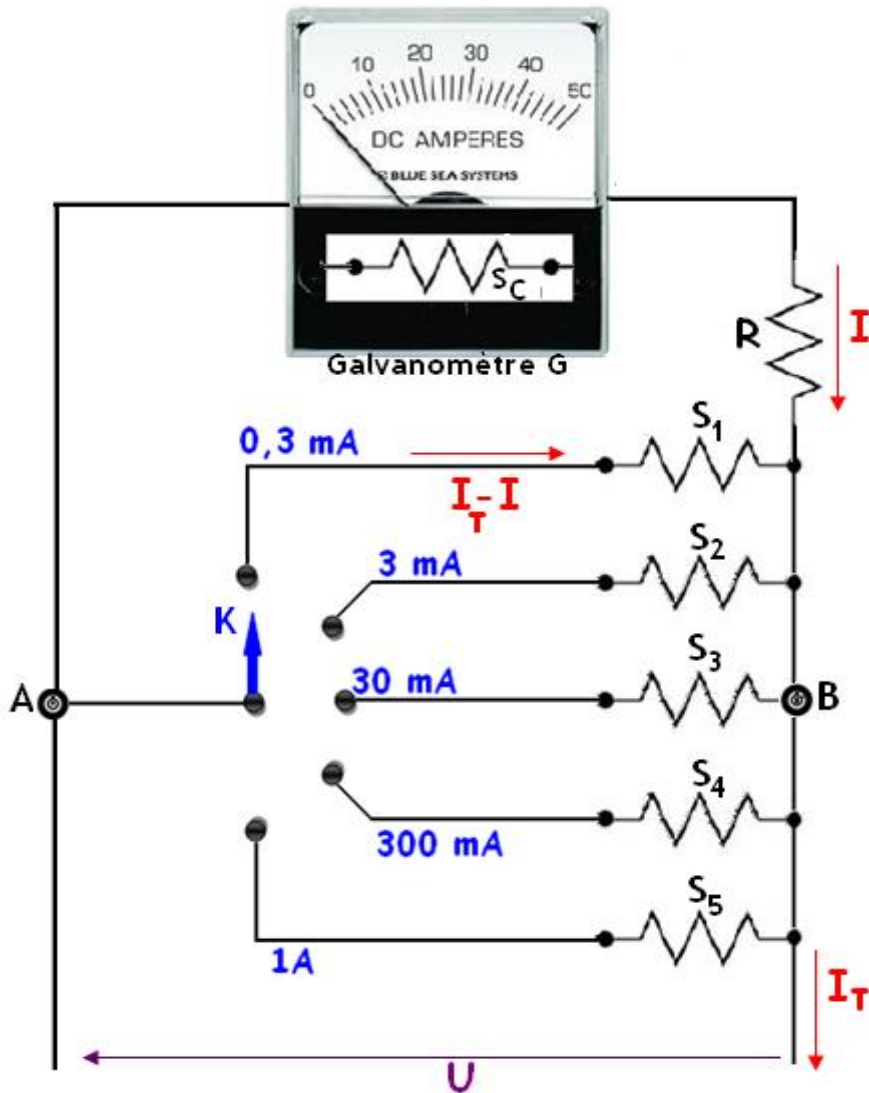

Figure 3 : Montage en ampèremètre.
- I. On Reprend le voltmètre précédemment réalisé et on dispose entre A et B une résistance S (par exemple de quelques ohms, alors que R est de l'ordre du mégohm) : le courant total I_T (fig. 3) se partage entre :